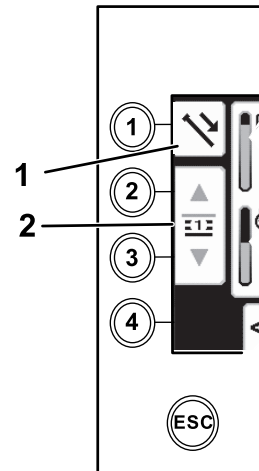

Figura 32
1. Pulse el botón 1 para seleccionar Empujar tubo (Figura 32).
2. Pulse los botones 2 y 3 para seleccionar la fila de la que desea obtener el tubo (Figura 32).